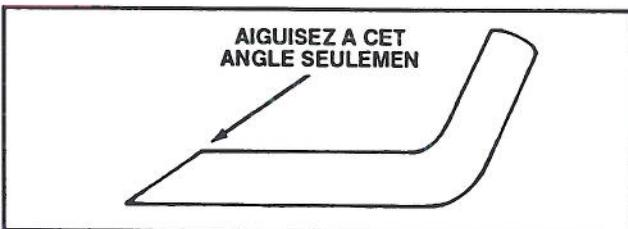

Figure 20
6. AIGUISAGE DE LA LAME – Au moyen d'une lime, affuter la partie supérieure de la lame (le côté dirigé vers le haut du carter de la tondeuse) en conservant l'angle de coupe original (fig. 20). Si la même quantité de métal est retirée sur chaque tranchant, la lame reste équilibrée.